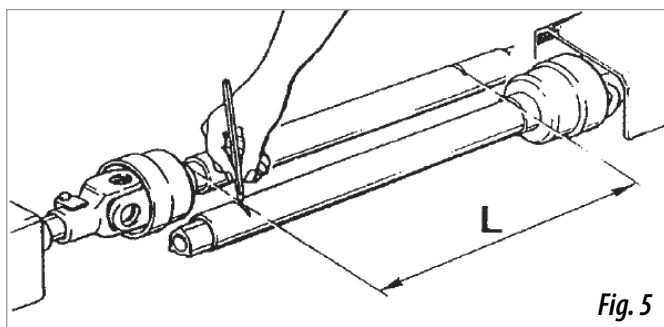

Fig. 5
1. Démontez et introduisez une extrémité de la prise d'énergie du tracteur et l'autre dans le distributeur d'engrais. Recherchez la longueur minimale de déplacement L (fig. 5), en levant et en baissant l'élévateur hydraulique.